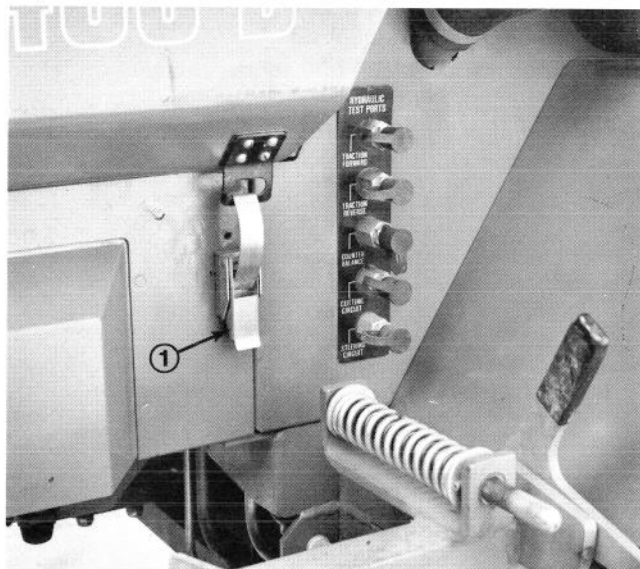

Figure 1
1. Placer la machine sur une surface horizontale. Relâcher les attaches du capot (Fig. 1).